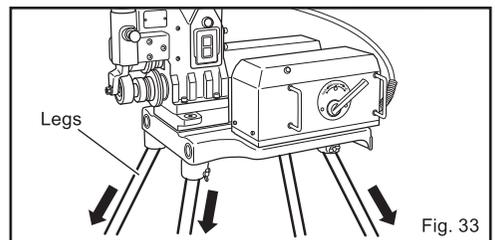

Fig. 33
2. Removing the legs (Fig. 33)